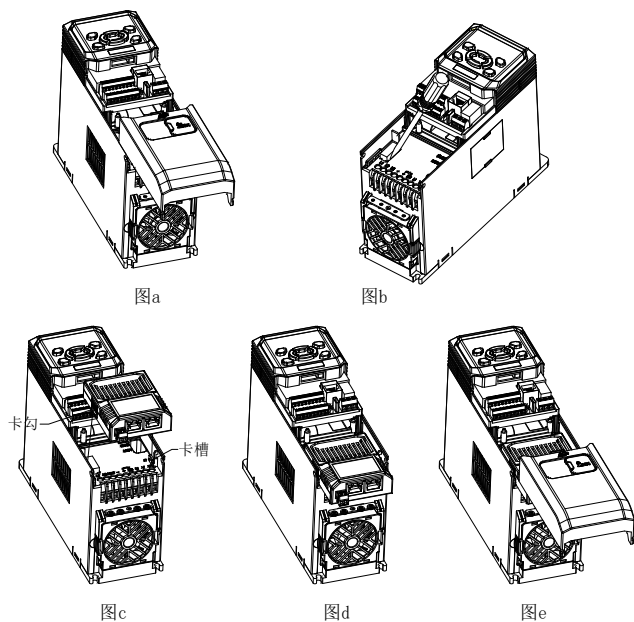

图2-4 位置2 通讯选件或IO选件安装步骤图
(1) 变频器非上电状态下，按压下盖板中上部颗粒状处，用力向下滑动，取下变频器下盖板，如图2-4 a所示。
(2) 使用一字螺丝刀撬掉防尘盖，如图2-4 b所示。
(3) 安装PN选件：将内装有总线卡的扩展盒朝上（指示灯朝上），对准安装位置2总线电气接口，水平往下按压，使得扩展盒弹压式卡口和变频器下端卡勾咬合，如图2-4 c与图2-4 d所示。
(4) 完成总线卡组装，如图2-4 e所示。